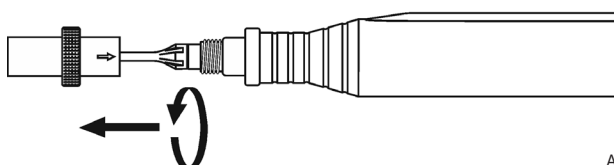

Abb. 4
- Entfernen Sie die Ultraschallschleuse gemäß Abb. 4: